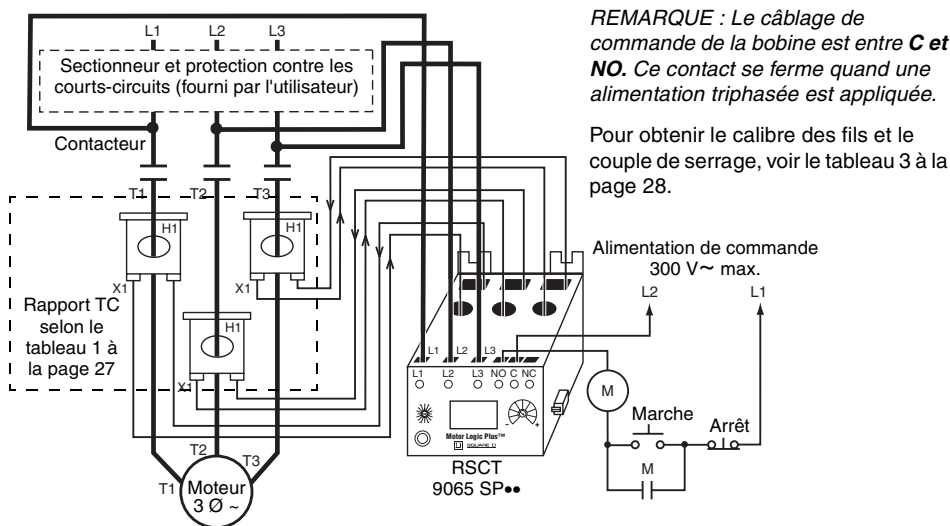

Figure 4 : Câblage avec transformateurs de courant (SP4•, SP5•, et SP6• uniquement)
- Si des transformateurs de courant (TC) sont utilisés, voir la figure 4 à la page 30.
Des transformateurs de courant (TC) externes sont nécessaires pour les moteurs avec un courant à pleine charge supérieur à 90 A (figure 4).